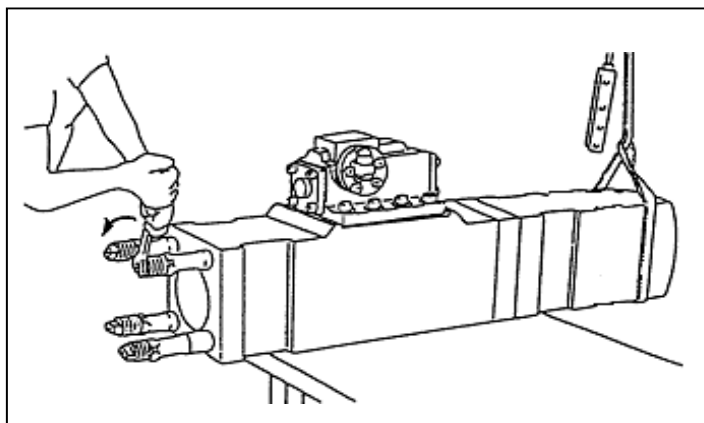

Fig.8
8. Met een steeksleutel ieder trekbout tegen de wijzers van de klok in losdraaien. Zie Fig.8.